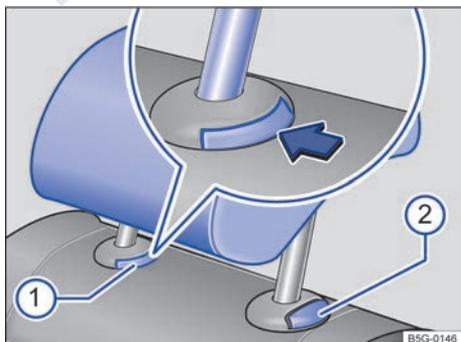

Fig. 81 Desmontaje de los apoyacabezas traseros.
- Pulse la tecla → fig. 81  de la guía del apoyacabezas.